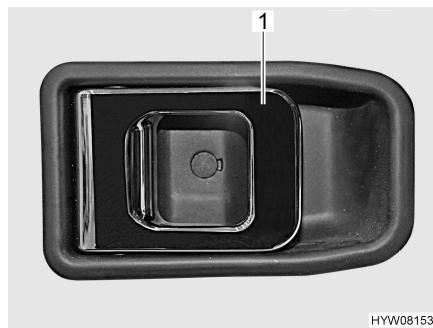

Fig. 17 Serratura della porta (porta conducente, lato interno)
- Tirare la maniglia (Fig. 17,1). La serratura della porta si sblocca.
- Premere la maniglia (Fig. 17,1) nell'impugnatura. La serratura della porta è bloccata.